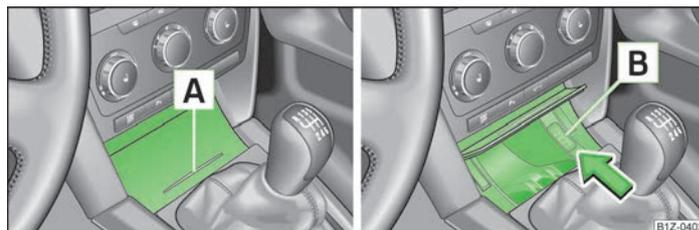

Fig. 64 Consola central: Abrir el cenicero/Extraer el suplemento del cenicero
- Presionar la parte inferior de la tapa del cenicero en la zona  » fig. 64.
- Presionar el suplemento de cenicero en la zona  » fig. 64 (el suplemento saldrá hacia fuera) y sacarlo.